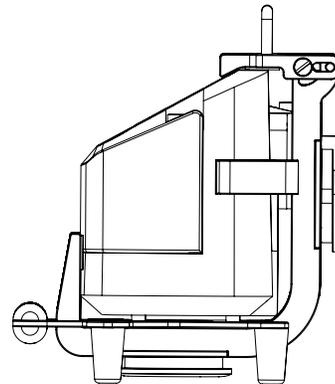

Figure 7: Fermeture et verrouillage du support
3. Basculer le dessus du support par dessus l'appareil médical, puis appuyer jusqu'à ce que le support se verrouille et soit sécurisé (Figure 7).